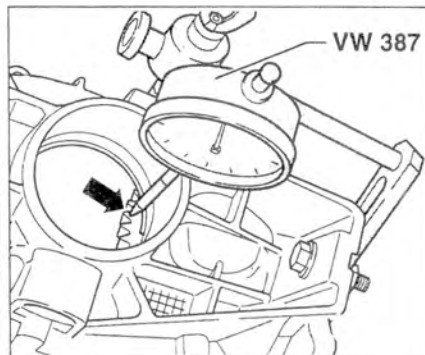

Рис. 5.70. Установите палец индикатора (стрелка) на шестерню 5-й передачи и установите стрелку индикатора в «0».
14. Установите палец индикатора (стрелка) на шестерню 5-й передачи и установите стрелку индикатора в «0» (рис. 5.70).